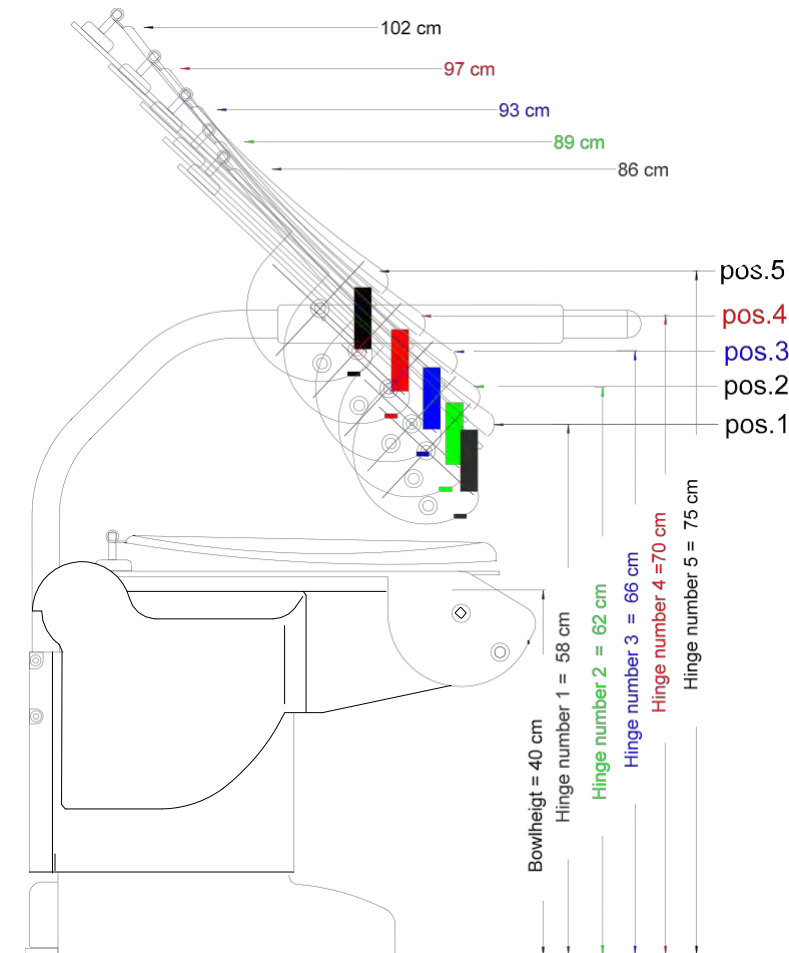

Fig. 4
- Fig.4 Figuren viser maks setehøyde når toalettet er 40 cm høyt.